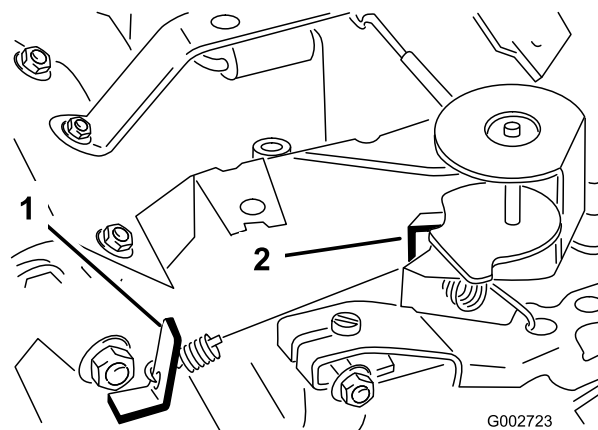

Figura 38
3. Piegare la linguetta di ancoraggio della molla regolata alla minima (Figura 38) per ottenere una minima di
5. Mettete il comando dell'acceleratore in posizione Fast. Piegare la linguetta di ancoraggio della molla della massima (Figura 38) per ottenere una velocità massima di 3400 ± 50 giri/min.